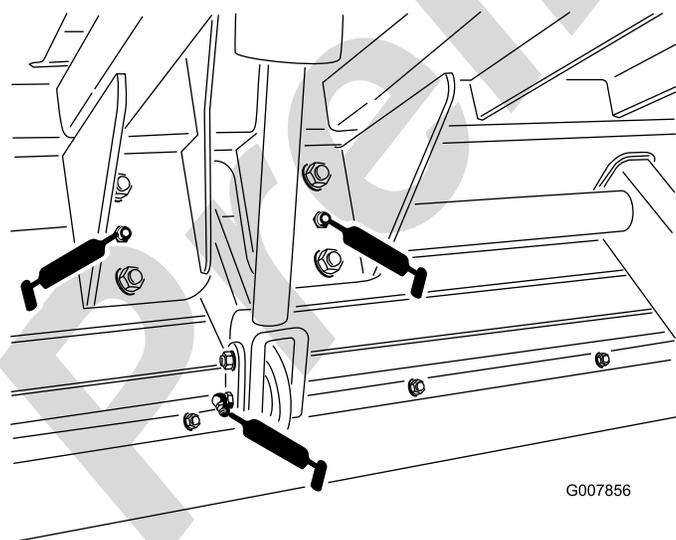
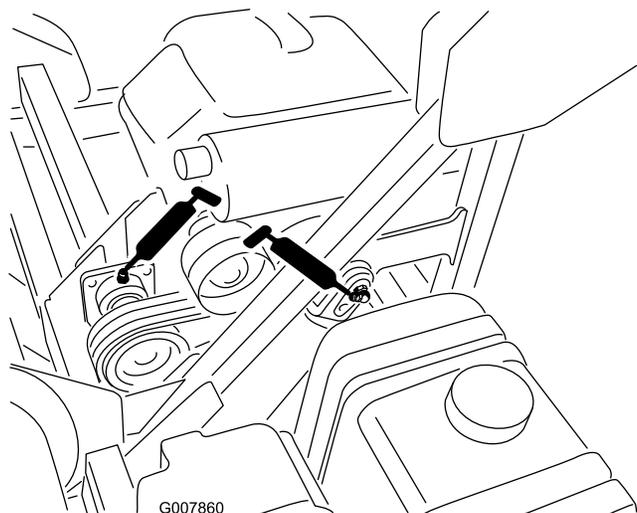

Рисунок 39
Рисунок 42
- Гидроцилиндр подъема, 2 шт. (Рисунок 39 & Рисунок 42)
- Ось подъема, 2 шт. (Рисунок 39)
- Промежуточный вал, 2 шт. (Рисунок 42)